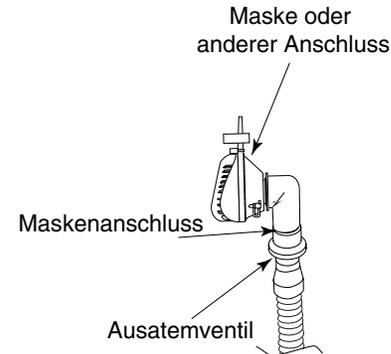

Abb. 4-5 Anschließen der Maske
SCHRITT 3 Das Ausatemventil mit dem Maskenanschluss verbinden (siehe Abbildung 4-5).